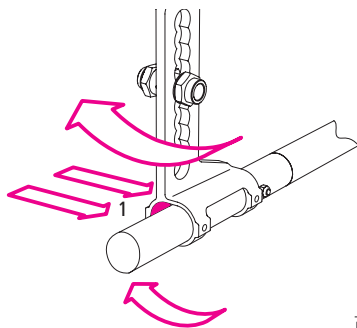

Рис.51
3. Після цього знову вставте з протилежної сторони обидва елементи в формі півмісяця, а також гвинти (1, рис. 51).